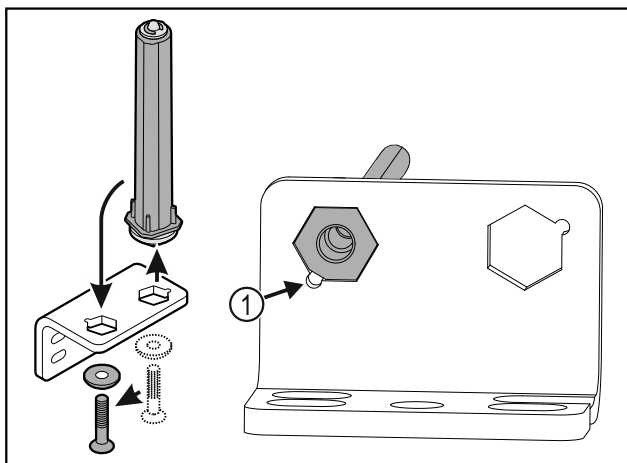

Fig. 25
- ▶ Pass på at den skrå kanten på bolten Fig. 25 (1) peker mot det runde hullet under innsettingen.